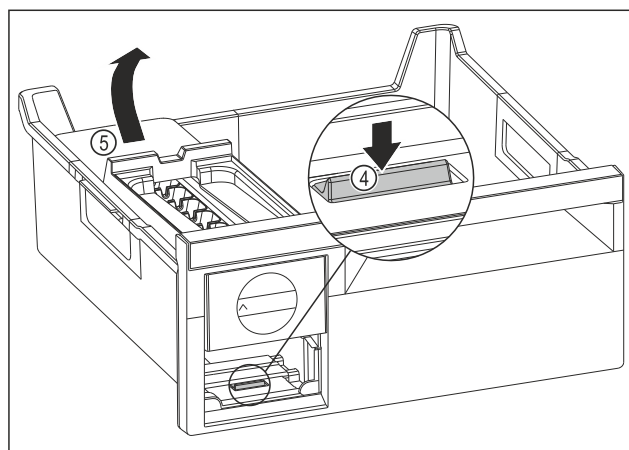

Fig. 82
- Ta ut EasyTwist-Ice-enheten: Tryck ned skenan Fig. 82 (4) med fingret och lyft samtidigt EasyTwist-Ice-enheten Fig. 82 (5) bakifrån med andra handen.